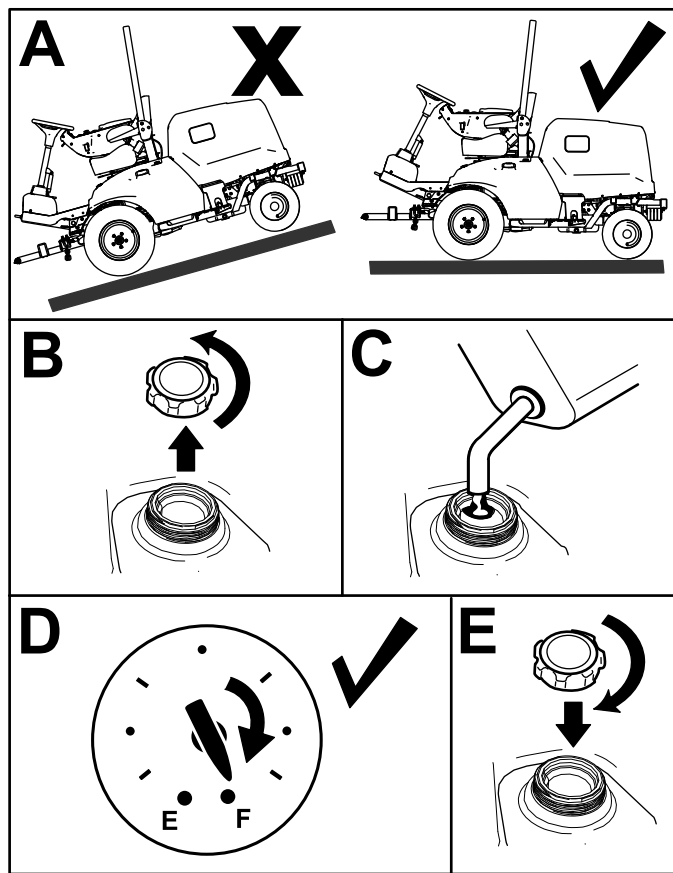

Figure 29
1. Garez la machine sur une surface plane et horizontale (Figure 29), serrez le frein de stationnement, coupez le moteur et enlevez la clé.